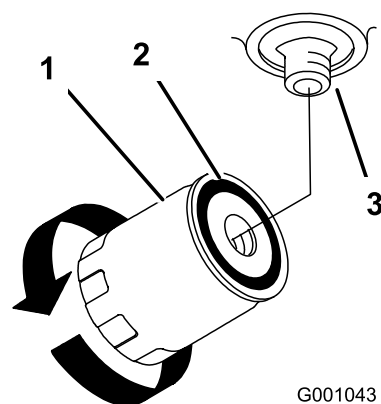

Figure 101
7. Appliquez une fine couche d'huile propre sur le joint en caoutchouc du filtre de rechange (Figure 101).
9. Remplissez le réservoir hydraulique jusqu'à ce que le liquide déborde du filtre. Tournez alors le filtre dans le sens horaire jusqu'à ce que le joint en caoutchouc vienne toucher l'adaptateur du filtre. Serrez ensuite le filtre de 1/2 tour supplémentaire (Figure 101).